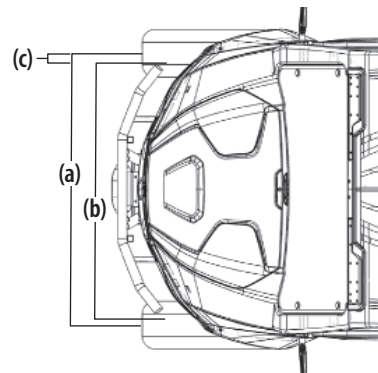

Figure 5-35
- Mesurez la distance entre l'avant (a) et l'arrière (b) de chaque paire de pneus. Pour prendre une mesure juste, fixez un niveau à bulle sur chaque roue avec une paire de serres. Le niveau doit être parallèle au sol et placé à hauteur du centre de la roue. Mesurez l'écartement de l'avant et de l'arrière des pneus. Voir Figure 5-35.